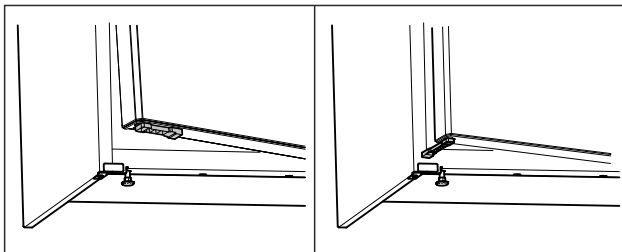

Fig. 59 *
- ▶ Fordítsa el 90°-kal az ajtó nyitáskorlátozó elemét. (lásd Fig. 59) *